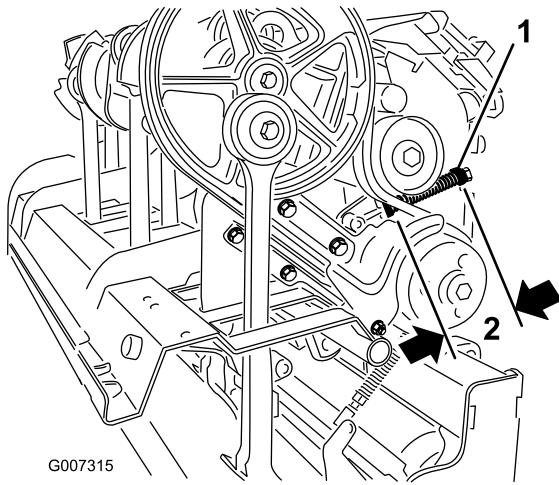

Figura 30
- D. Ajuste o protector da mola até obter o comprimento da mola em compressão desejado (Figura 30).
C. Desaperte a porca de bloqueio que prende o protector da mola (Figura 30).